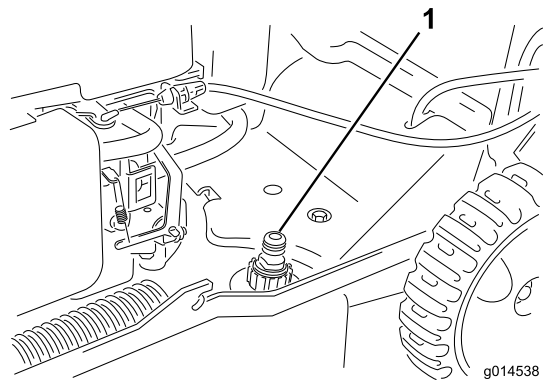

Figura 22
3. Collegate una canna da giardino al rubinetto dell'acqua e al foro di lavaggio (Figura 22).